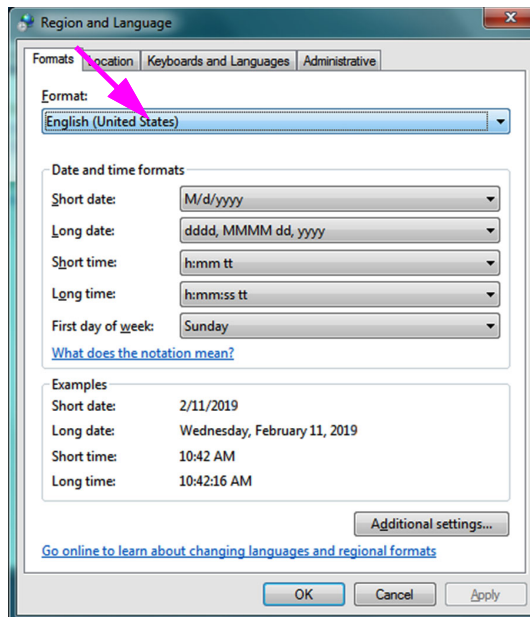
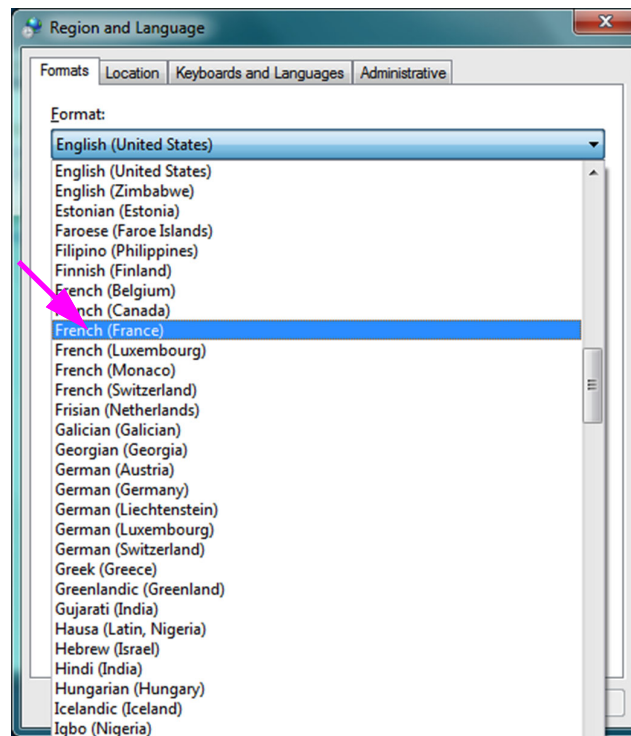

Figura C-3. Janela Region and Language (Região e idioma)—Separador Formats (Formatos)
Figura C-4. Tela Região e Idioma (Region and Language)—menu pendente
5. Aparece a janela Region and Language (Região e idioma). Ver figura C-3.
6. A caixa pendente **Formato (Format)** apresenta **Inglês (Estados Unidos) [English (United States)]** selecionado. Clique na lista pendente (ver figura C-3 e figura C-4) com os idiomas disponíveis para selecionar. Percorra a lista até localizar o idioma desejado e selecione essa entrada.